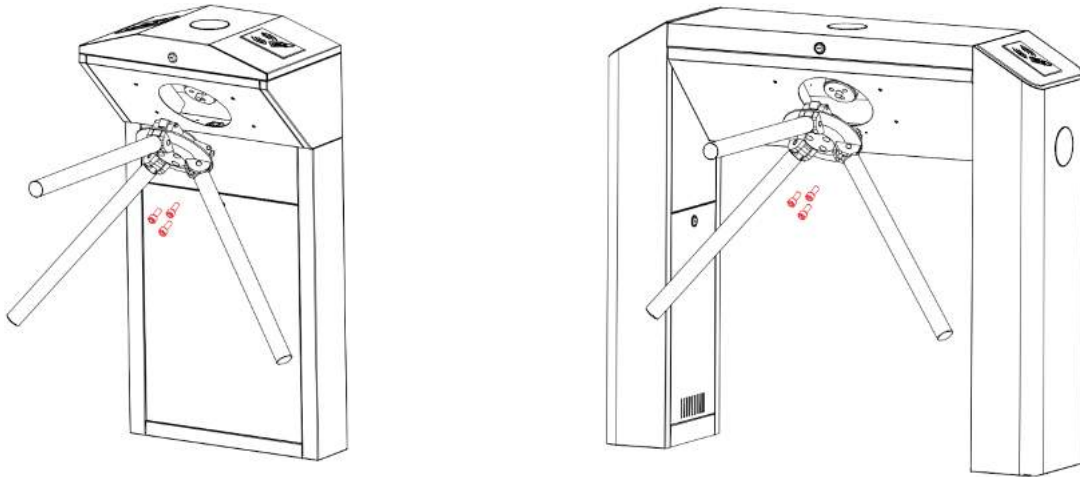

Figura 2-1
1. Coloque el kit del brazo en el orificio del gabinete, asegúrese de que los orificios para los tornillos coincidan con el núcleo del mecanismo, luego apriete los 3 tornillos hexagonales, como se muestra en la Figura 2-1.